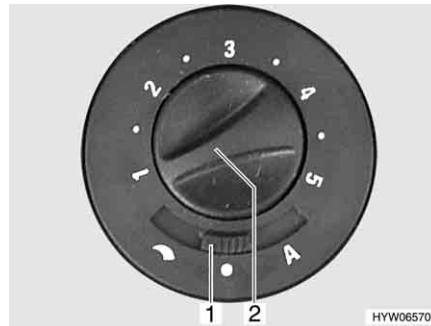

Bild 114 Reglage för cirkulationsfläkt
- Ställ skjutreglaget (Bild 114,1) på "☾" (manuell reglering) eller "A" (automatisk drift).
- Ställ in önskad effekt (manuell reglering) eller begränsa effekten (automatisk drift) på cirkulationsfläkten med vredet (Bild 114,2).
- Ställ skjutreglage (Bild 114,1) på "●" (från).